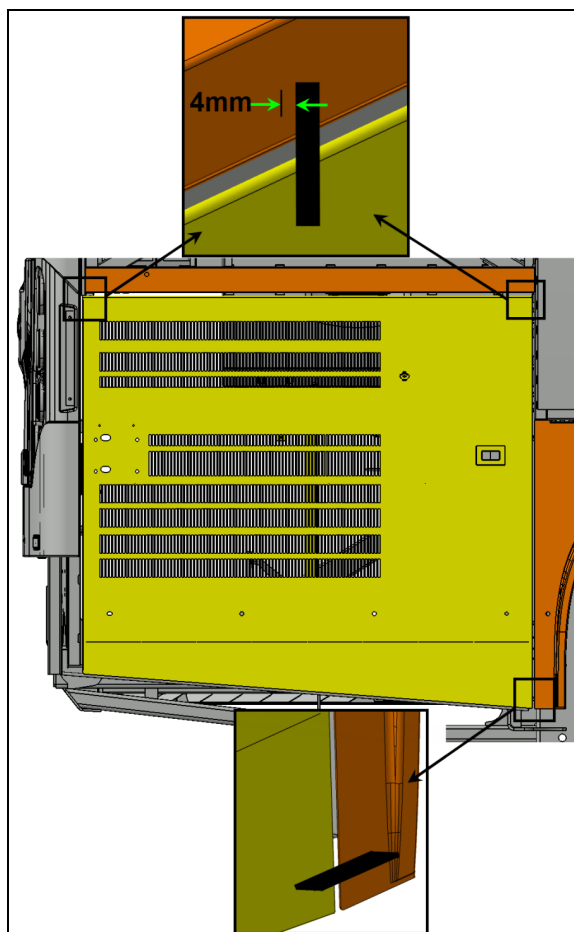
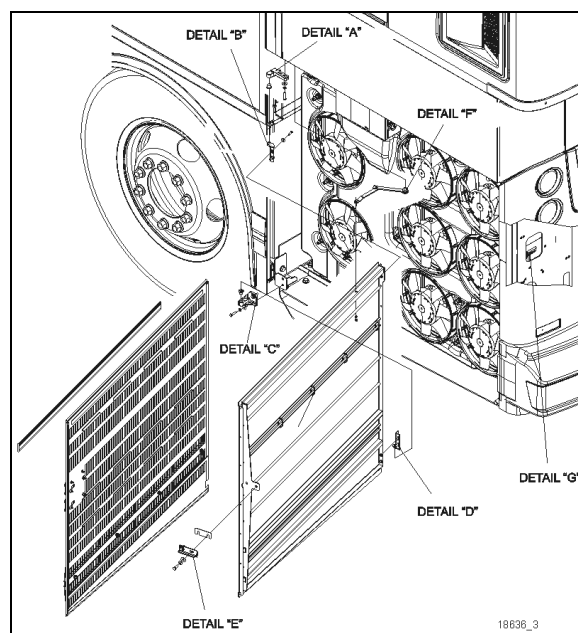

FIGURE 131:
FIGURE 132: PORTE DU RADIATEUR
18. Visser ou dévisser les butées supérieures afin que la partie supérieure de la porte excède le panneau supérieur de $5/32''$ à $3/16''$ (4mm à 5mm) (Voir Figure 131: et Figure 132:).